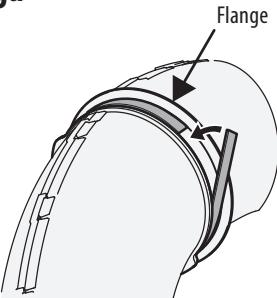

Figura 26
- Retire el revestimiento de la tira de espuma autoadhesiva (721-04388). Aplíquela al canal superior, a nivel contra la brida como se indica en la Figura 26.